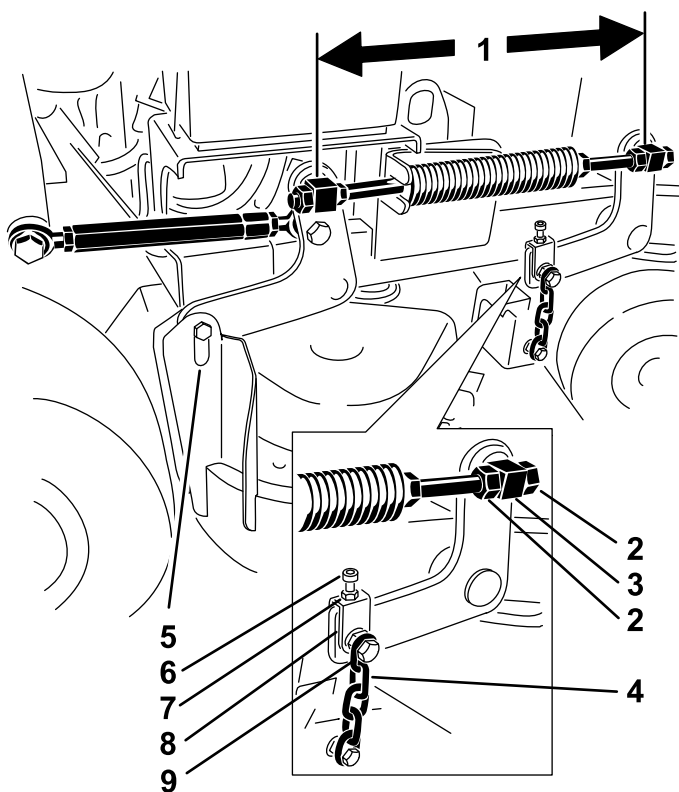

Figura 78
del otro (distancia entre centros) en cada varilla roscada (Figura 78).
2. Afloje las contratuercas en el pivote **delantero** (Figura 78).
4. Apriete las contratuercas en el pivote **delantero** (Figura 78).
- Afloje las contratuercas de los pivotes delanteros derecho e izquierdo (**Figura 78**).
- Apriete las contratuercas de los pivotes delanteros derecho e izquierdo (**Figura 78**).
- Afloje las contratuercas en el pivote delantero izquierdo (**Figura 78**).
- Apriete las contratuercas del pivote delantero izquierdo (**Figura 78**).
5. Afloje los pernos superiores de las cadenas (Figura 78).
6. Afloje las contratueras en cada horquilla (Figura 78).
8. Apriete las contratueras y los pernos superiores de las cadenas (Figura 78).